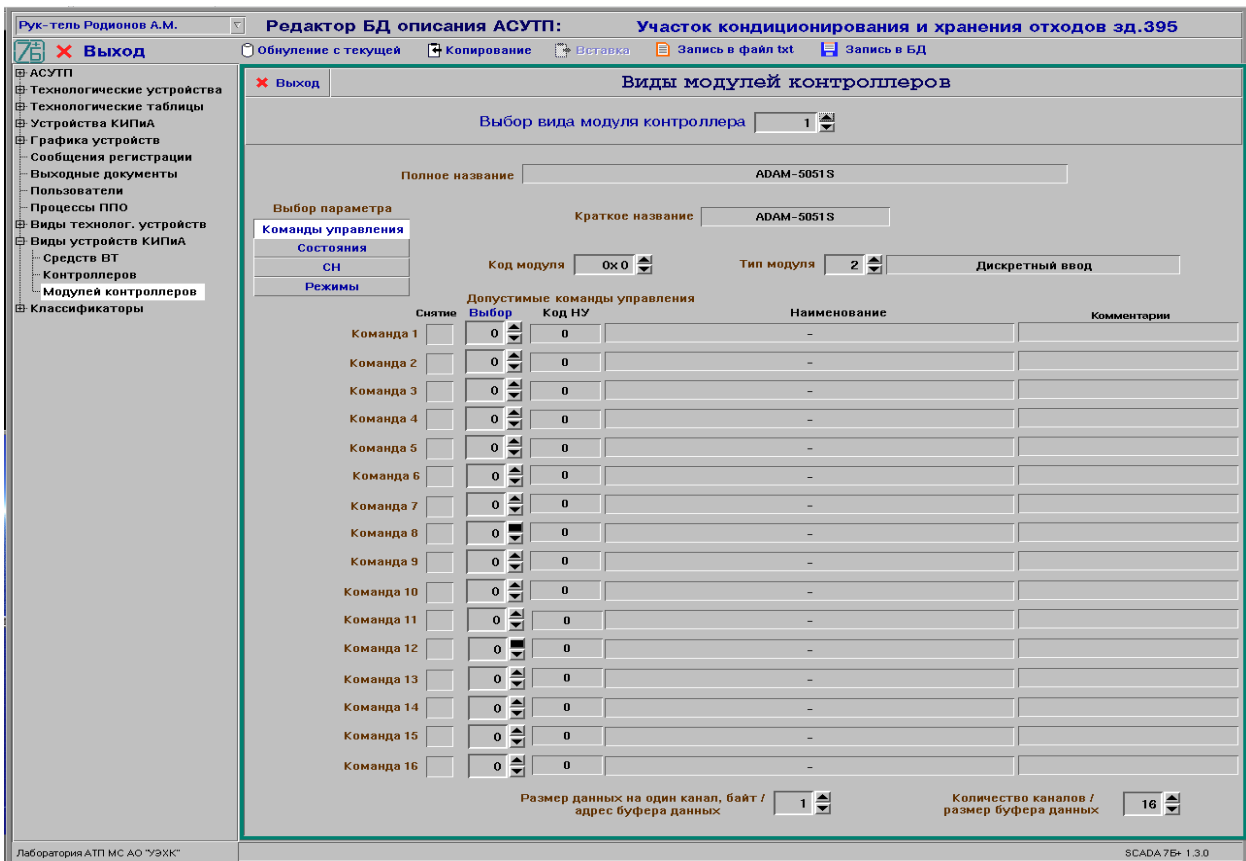

Рисунок 38 - Окно редактирования видов модулей контроллеров
8.21.8 В окне редактирования параметров видов модулей контроллеров (см. рис. 38) дополнительно отображаются следующие параметры элемента, записанные в БД, и которые может откорректировать пользователь: